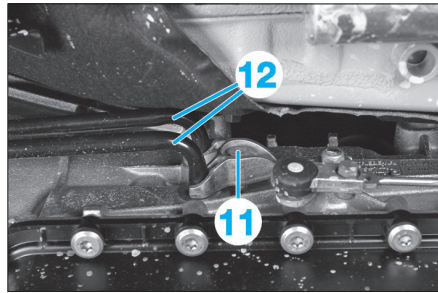

Fig. 11
- Déposer la vis (11) puis débrancher les conduites hydrauliques (12) en direction du radiateur d'huile de la boîte de vitesses (Fig.11).
- Remplacer les bagues d'étanchéité des conduites hydrauliques (12) (Fig.11).